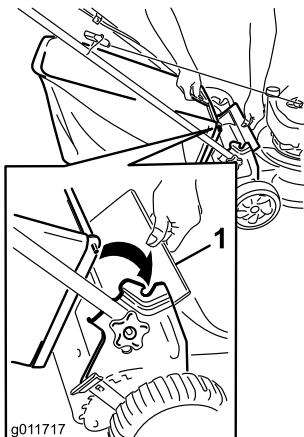

Рисунок 19
- Поднимите задний отражатель (Рисунок 19).
- Вставьте ручку мешка для травы в прорези на кронштейнах для ручки (Рисунок 19).